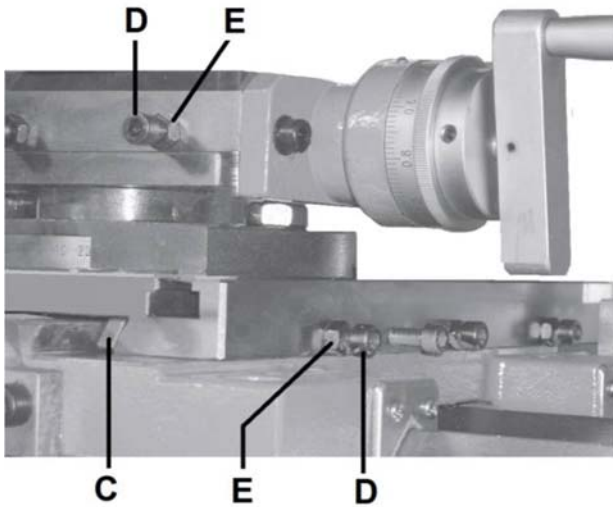

Abb. 11-3: Schlitten einstellen
Jeder Schlitten ist mit einer Einstellleiste versehen (C, Abb. 11-3). Mithilfe der Schrauben (E), an denen Sicherungsmuttern angebracht sind, können Einstellungen vorgenommen werden.